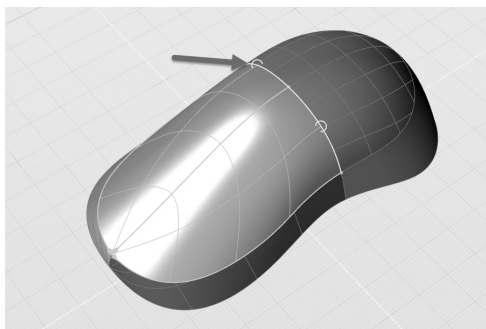

图 5-189 绘制放样曲面，并控制连续性为 G2 连续
19) 使用“放样”工具，将中间区域补齐，并设置边与相邻曲面的连续性为 G2 连续，如图 5-189 所示。绘制结束后，可将中间的融合曲线隐藏。